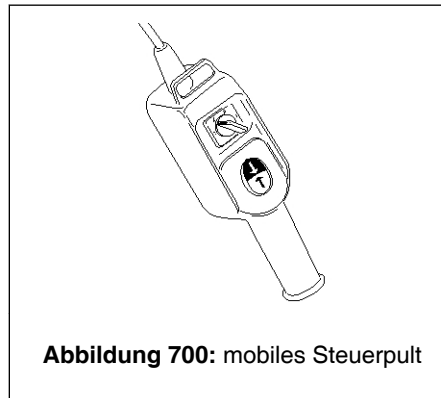

Abbildung 700: mobiles Steuerpult
9. Mobiles Steuerpult (siehe ↗ Abb. 700, Seite 798) am Grundkasten des Hauptauslegers montieren: